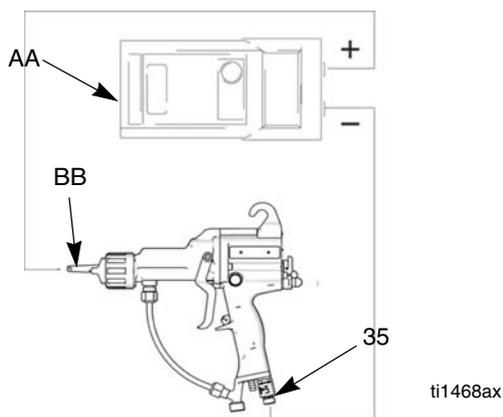
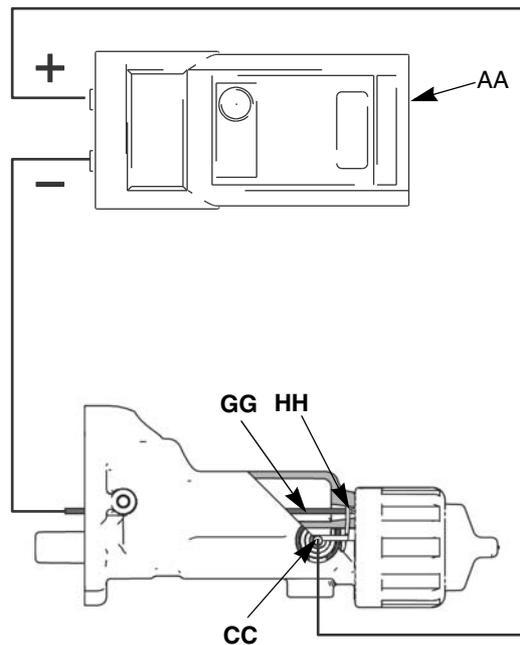

Fig. 8. Prueba de resistencia total de la pistola
Fig. 12. Prueba de resistencia del cañón
El megaohmímetro ref. pieza 241079 (AA vea de la FIG. 8. a la FIG. 12.) no está aprobado para ser utilizado en zonas peligrosas. Para reducir el riesgo de que se produzcan chispas, no utilice el megóhmetro para comprobar la conexión a tierra eléctrica a menos que:
Mida la distancia entre la punta de la sonda de carga (BB) y la placa giratoria de aire (35) (véase la FIG. 8.); debería ser de 90-130 megaohmios. Si está fuera de estos límites, vaya a la prueba siguiente. Si está dentro de los límites, consulte **Reparación de la pistola** en la página 27 otra posibles causas del bajo rendimiento.
1. Introduzca una varilla conductora (GG) en el cañón de la pistola (que se desmontó para la prueba de la fuente de energía) y apriétela contra el contacto metálico (HH) de la parte delantera del cañón.
2. Mida la resistencia entre la varilla conductora (GG) y la caja de enchufe de la sonda de carga (CC). Vea la FIG. 12. La resistencia debería ser de 15-30 megaohm.